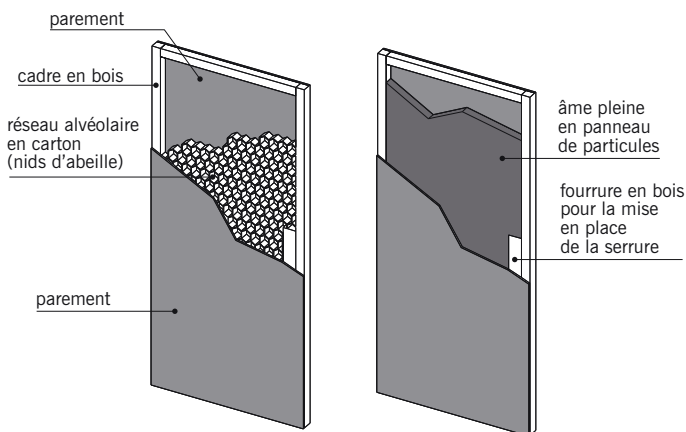
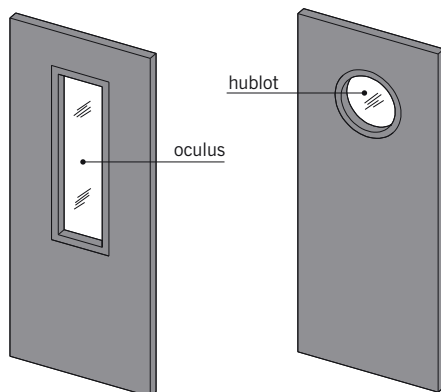

fig. 12.1
fig. 12.2
■ La **porte isoplane** : porte intérieure dont les deux parements plans sont fixés de part et d'autre d'un cadre en bois (fig. 12.1). L'âme peut être alvéolaire, pleine ou isolante. Les parements sont des panneaux minces de contreplaqué ou de fibres de bois. La porte peut être munie d'un oculus ou d'un hublot (fig. 12.2).